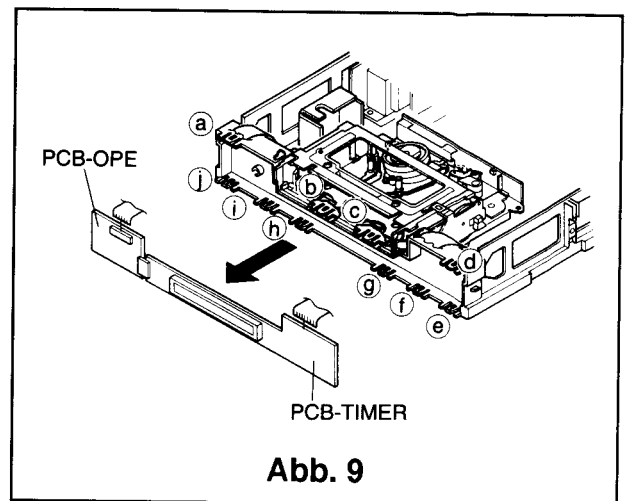

Abb. 9
- ① Entfernen Sie die Frontplatte wie auf Seite 1, Punkt 2 beschreiben.
- ② Lösen Sie die sechs Klammern (a~f) und entfernen Sie der PCB-TIMER/OPE wie in Abb. 9.